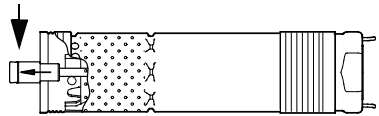

Fig. 10 Posición de la flecha de la bomba
2. Extraiga la flecha de la bomba hasta la posición indicada en la fig. 10.